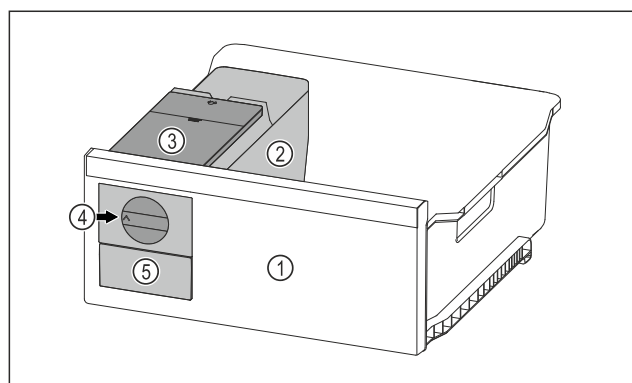

Fig. 95 Príklad zobrazenia
- ▶ Otočný gombík *Fig. 95 (4)* otočte v smere hodinových ručičiek až na doraz.
- ▷ Kocky ľadu vypadávajú z misky na kocky ľadu do zásuvky na kocky ľadu *Fig. 95 (5)*.